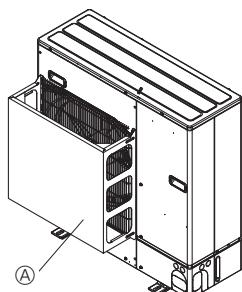
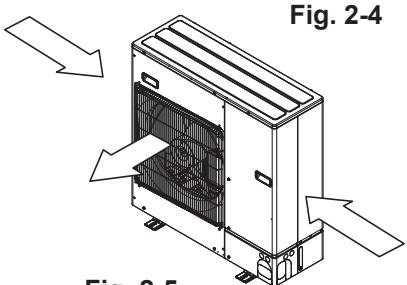

Fig. 2-4
Fig. 2-5
- ② Si la unidad está situada en un lugar expuesto a vientos fuertes como huracanes que puedan entrar en la salida de aire coloque una guía para la salida de aire o una guía de aire. (Fig. 2-4)
- ③ Guía para la salida de aire
- ④ Coloque la unidad de manera que la salida de aire sople en dirección perpendicular a la dirección estacional del viento, si la conoce. (Fig. 2-5)
- ⑤ Dirección del viento